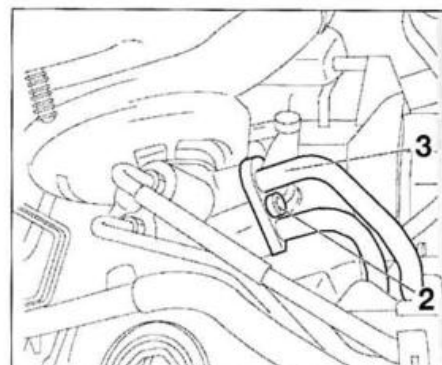

FIG. 19
- Desmontar el tornillo (2) (fig. 19).
- Separar la brida (3) de la válvula de asistencia de dirección.